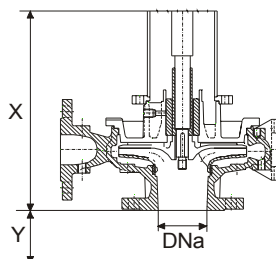

Fig. 2: Cuota para el calculo del nivel mínimo
3. Poner en marcha la bomba solamente después de sumergirla en el recipiente garantizando un nivel de líquido mínimo de manera que se evite el funcionamiento en seco de los bujes (tab. 1, fig.2).